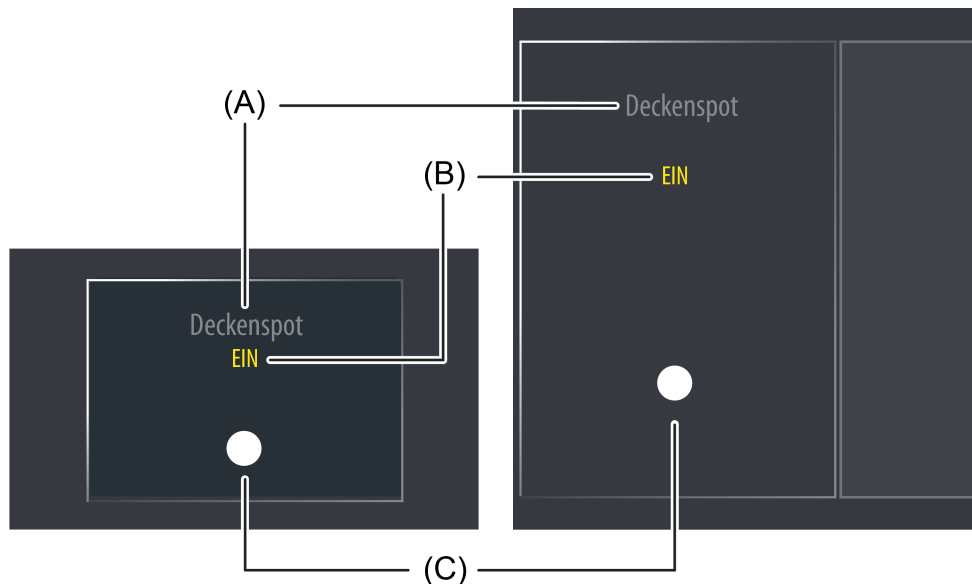

Bild 50: Beispiel für ein Anzeigeelement der KNX Funktion "Sammelrückmeldung"
Der Anzeigebereich enthält verschiedene Darstellungselemente (Bild 50), die durch Parameter beeinflusst werden. Jeder KNX Funktion kann in der Konfigurationssoftware eine Bezeichnung vergeben werden (A). Diese Text-Bezeichnung wird im Anzeigeelement zentriert zur Anzeige gebracht, wodurch steuerbare KNX Funktionen für den Anwender kenntlich gemacht werden (z. B. "Deckenspot"). Zusätzlich wird unterhalb der Bezeichnung ein Statustext (B) eingeblendet, der abhängig vom Objektwert der maskierten Sammelrückmeldung unterschiedliche Texte im Display visualisiert (z. B. "Aus" / "Ein"). In der Konfigurationssoftware können die Texte für die Zustände "Ein", "Aus" und "Ungültig" getrennt voneinander definiert werden. Solange nach einem Gerätereset noch kein Objektwert empfangen wurde, ist der Zustand "Ungültig".